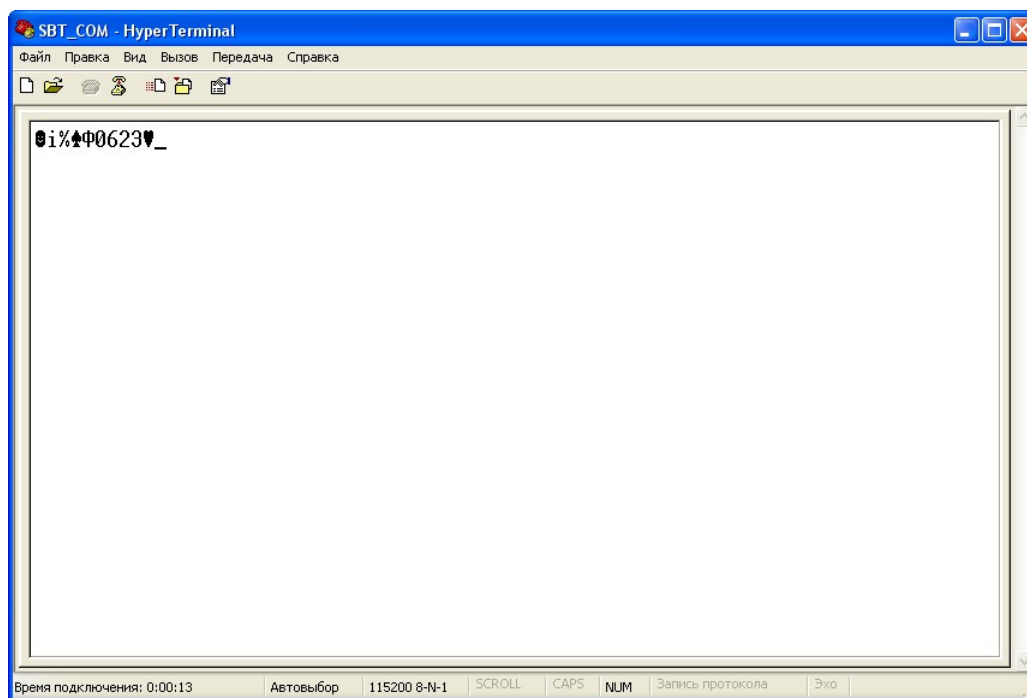

Рисунок 5.
- 1.6. На плате SBT_COM нажать кнопку «RESET». При этом плата должна выдать служебное двоичное сообщение о сбросе, т.е. в окне терминала должны появиться символы (Рисунок 5).